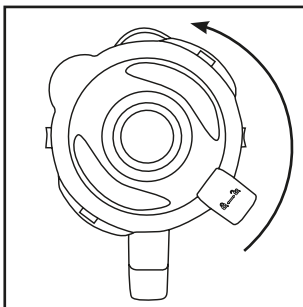
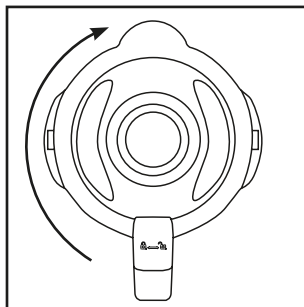

Abb. 1
Abb. 2
- 1) Drehen Sie den Mixaufsatz ③ gegen den Uhrzeigersinn bis der Pfeil ▼ unter dem Griff des Mixaufsatzes über der Position ↗ steht. Nehmen Sie den Mixaufsatz ③ gerade nach oben vom Motorblock ⑥ ab.
- 2) Entfernen Sie den Deckel ②, indem Sie ihn so weit gegen den Uhrzeigersinn Richtung Position ↗ drehen (siehe Abb. 1), bis Sie ihn nach oben abziehen können.
- 3) Befüllen Sie den Mixaufsatz ③.
- 4) Drücken Sie den Deckel ② versetzt wieder fest auf den Mixaufsatz ③ auf. Schließen Sie den Deckel ②, indem Sie ihn im Uhrzeigersinn in die Position ↻ drehen, bis er hörbar einrastet (siehe Abb. 2). Achten Sie darauf, dass die Ausgießnase am Mixaufsatz ③ verschlossen ist. Nur wenn der Deckel ② bündig aufgesetzt ist, kann der Motor starten.